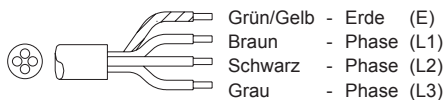

Abb. 4
- (Abb. 4) Bei 3~ 230V (4 adriges Kabel).